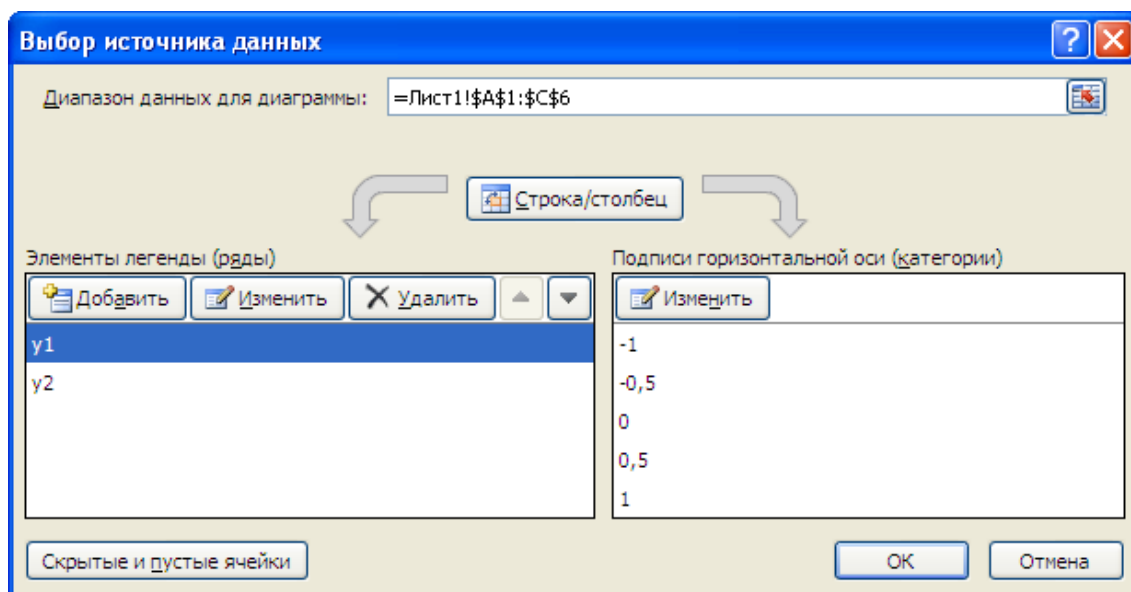

Рисунок 39 - Диалоговое окно *Выбора источника данных*
4) в *Элементах легенды (ряды)* выделите *y1*, в *Подписи горизонтальной оси (категории)* нажать *Изменить* (рисунок 39), и в диалоговом окне *Подписи оси* укажите данные =Лист1!\$A\$2:\$A\$6 как указано на рисунке 40;